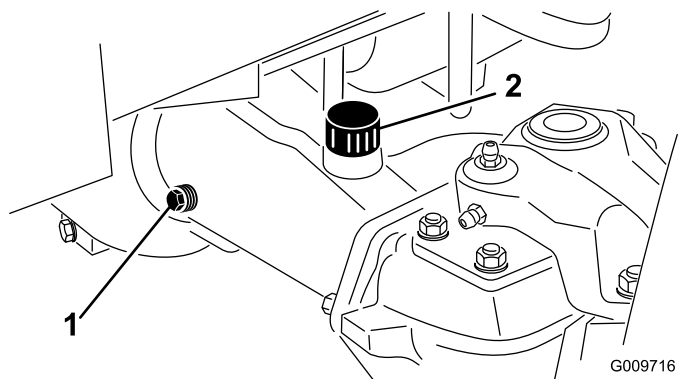

Figure 132
- Retirez un bouchon de contrôle à une extrémité du carter de pont (Figure 132).